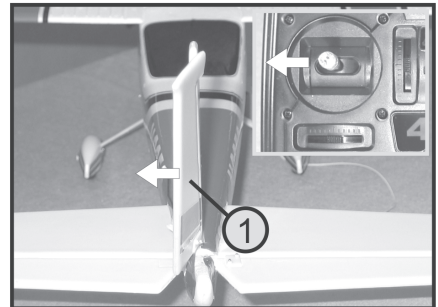

Figure 17b
- Si vous poussez, sur l'émetteur, le levier de commande de la gouverne de direction vers la gauche, la gouverne de direction (1) doit braquer d'env. 1,5 cm vers la gauche, voir figure 17b.